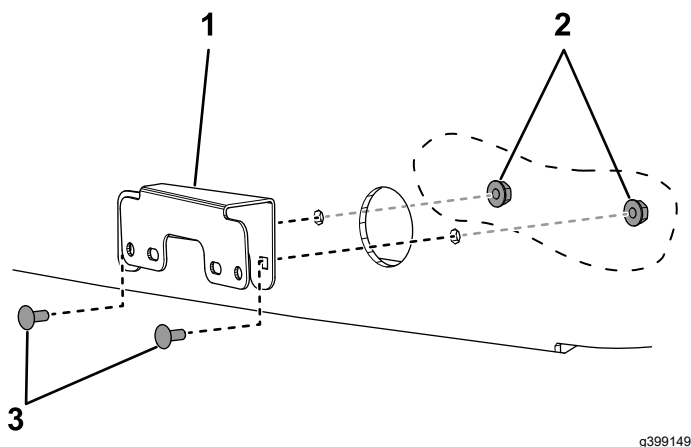

Bild 23
3. Installieren Sie die zwei Blinkerhalterungen an der Motorhaube mit 4 Schlossschrauben (#10 x 1/2") und 4 Sicherungsmuttern (#10) (Bild 23).